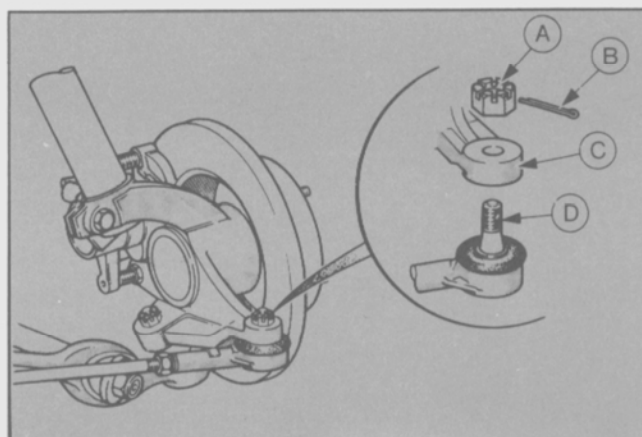

Fig. 39 - Montaje del extremo de la barra de acoplamiento.
- Conectar el extremo al brazo de la dirección y colocar la tuerca castillo y la chaveta de seguridad (Fig. 39).